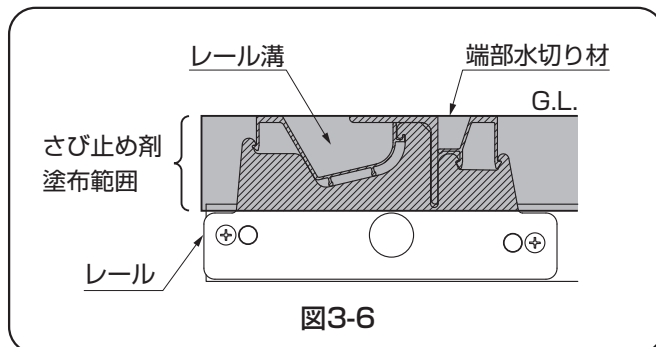

図3-6
- ①端部水切り材を取付ける前に、同梱されているさび止め剤をレール端部の側面(図3-6の斜線部分)に塗布し、防錆処理を行なってください。